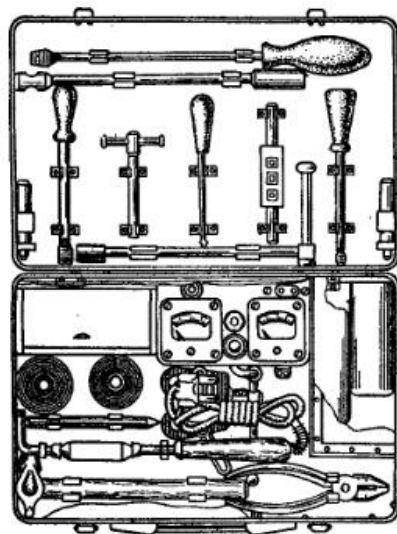

Рис. 112. Переносной комплект инструментов ПЧ-2 для ремонта стиральных машин
**ПЕРЕНОСНОЙ КОМПЛЕКТ ИНСТРУМЕНТОВ ПЧ-2.** Комплект (рис. 112) предназначен для проведения мелкого ремонта стиральных машин на дому разъездным механиком. В чемодан уложен набор слесарных инструментов и принадлежностей для выполнения монтажно-демонтажных и ремонтных работ, в том числе для замены отдельных деталей стиральных машин; разборки соединений при ремонте реле времени, защитных и пускозащитных реле, микровыключатели, электромагнитных клапанов, программных устройств и т. д., а также для устранения обрывов электрических проводов; устройство типа ХД-1 для контроля электрических параметров: силы тока, напряжения, сопротивления электрических цепей, сопротивления изоляции.